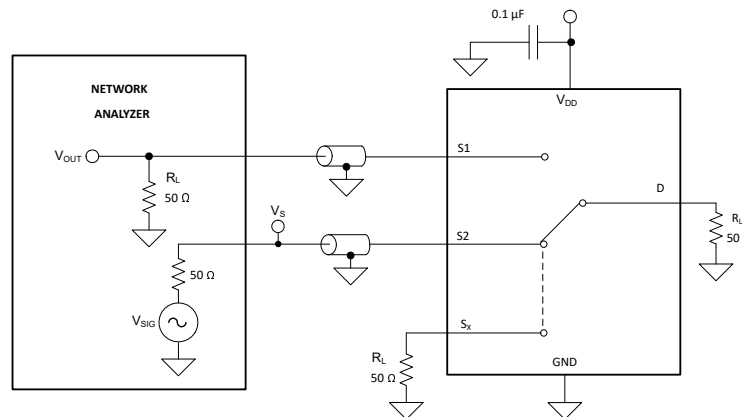

図 6-10. チャンネル間クロストーク測定時の設定
クロストークは、オンチャンネルのソース ピン (Sx) に信号が印加された場合に、他のチャンネルのドレイン ピン (D) に現れる信号の比率として定義されます。図 6-10 に、クロストークの測定を行う際の設定と、クロストークの計算に使用する式を示します。